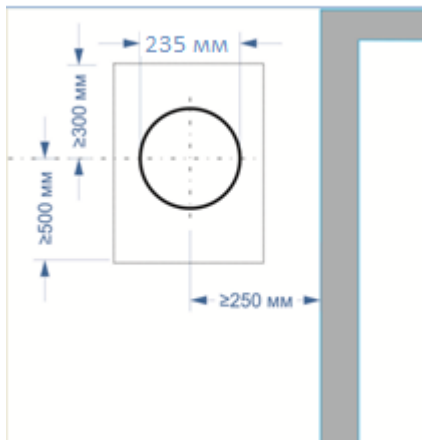

Рис.11
- Центр отверстия должен находиться на расстоянии не менее 250 мм от края окна (рис. 11)